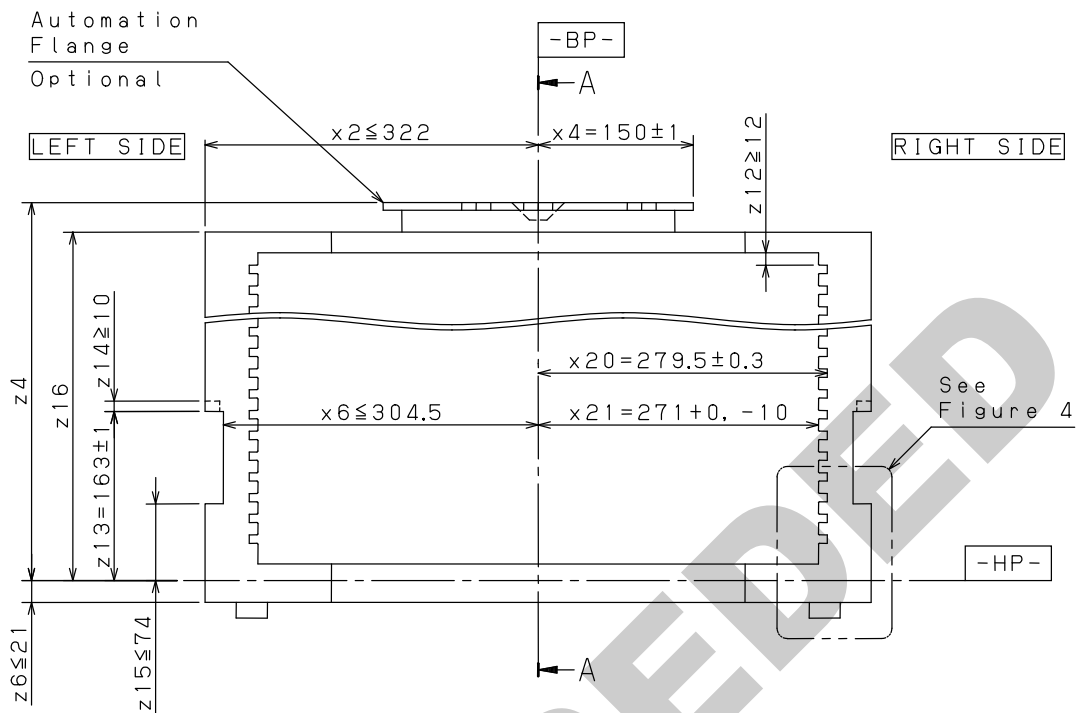
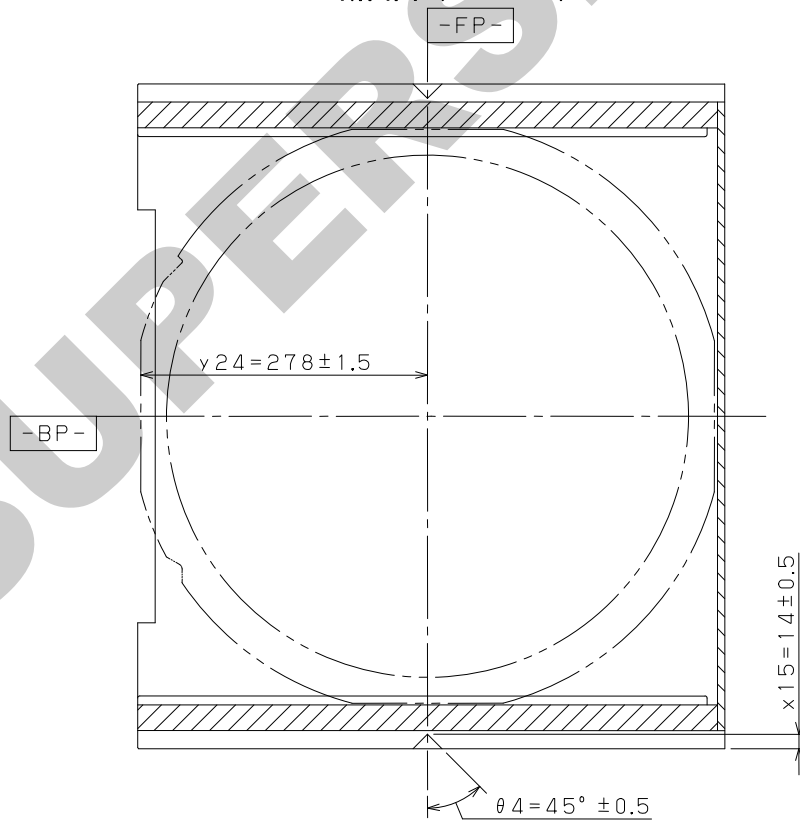

図3
図 6
- 5.2 テープフレーム着座位置 — テープフレームの着座位置は図6に示すとおりである。
- 5.7 フォークリフトの形状 — 450 TFC の両側面には、図 3 および図 6 で示すようにフォークリフトで取り扱うための形状が必要である。このフォークリフトに対応する形状は、フォークリフトで 450TFC を保持する際に必要な位置決めピンを挿入できる、ノッチがなければならない。(この溝の形状は)垂直面は x6、水平面は z15 と z13 で定義され、奥行きは 450TFC の前面から背面まで貫通していること。
- 5.14 テープフレーム位置 — 450TFC に格納されるとき、フレームの前端は FP から y24 の位置にあり、BP から x20 以下に位置しなければならない。450TFC がロードポート(とオプションである TFRB の解除位置)に置かれた時、テープフレームの正面と側面は 450TFC からフレームを取り出すことを考慮するため、一枚ずつ y24 と x20 に格納される必要がある。図 3、図 6 参照のこと。